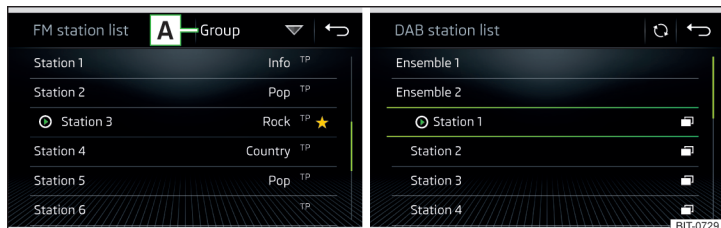

Fig. 188 Exemplu de listă a posturilor de radio FM/DAB disponibile
- ▶ Pentru **sortarea** (FM) posturilor de radio în ordine alfabetică, după grupă sau gen, atingeți suprafața de comandă funcții [A] » fig. 188 » !.
- ▶ Pentru **filtrarea** posturilor în funcție de tipul programului (de ex. cultural, muzical, sportiv etc.), atingeți în lista de posturi FM (cu funcția RDS activată) și în lista de posturi DAB (la selectarea sortării alfabetică a listei de posturi) suprafața de comandă funcții [A] » fig. 188.
- ▶ Pentru actualizarea **manuală**, atingeți suprafața de comandă funcții. ⌚ » fig. 188.